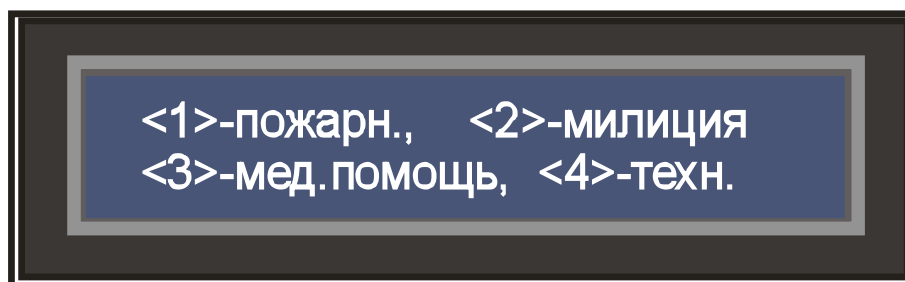

Рис. 5. Вид на дисплее меню «Вызов»
- 3) Нажав клавишу «#» на ВПУ, активизируется меню **«Вызов»** (см. рисунок 5).
Надпись **«ВЫПОЛНЕНО!»** означает, что вызов успешно передан на ПЦН дежурному оператору. После этого ВПУ возвращается в меню вызова (см. рисунок 5).